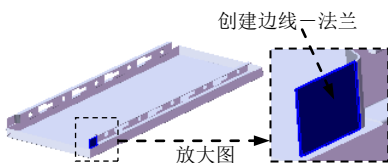
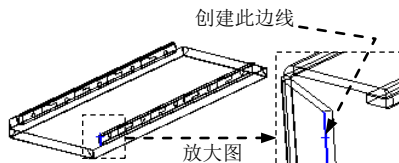

图 17.9.70 创建边线—法兰 18
图 17.9.71 定义特征的边线
Step32. 用相同的方法创建另一侧的边线—法兰 18 (图 17.9.70), 边线法兰的边线如图 17.9.71 所示。详细操作过程参见 Step30。